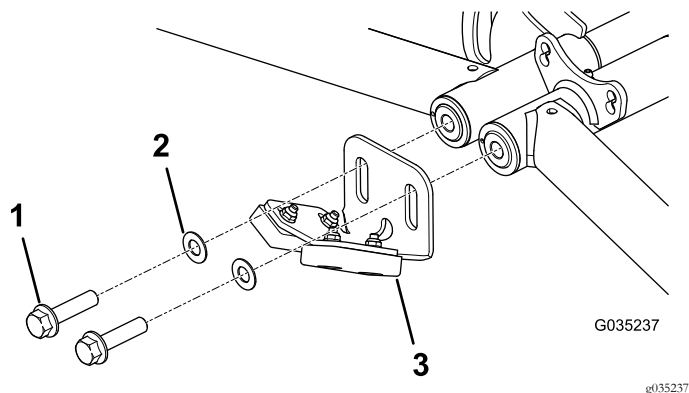

Bild 20
1. Bundkopfschraube, vorhanden (2)
2. Runde Stoßstange, vorhanden (2) – wegwerfen
4. Befestigen Sie die vordere Stoßstange und die Scheiben lose, wie in Bild 20 abgebildet.